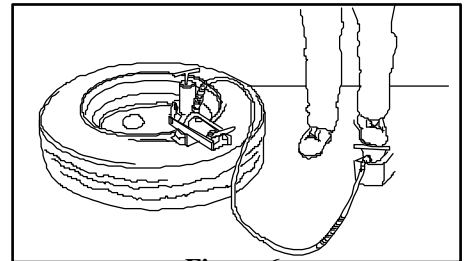

Figure 6
4. S'écarter de l'outil dégage-talon. (Voir fig. 6.)